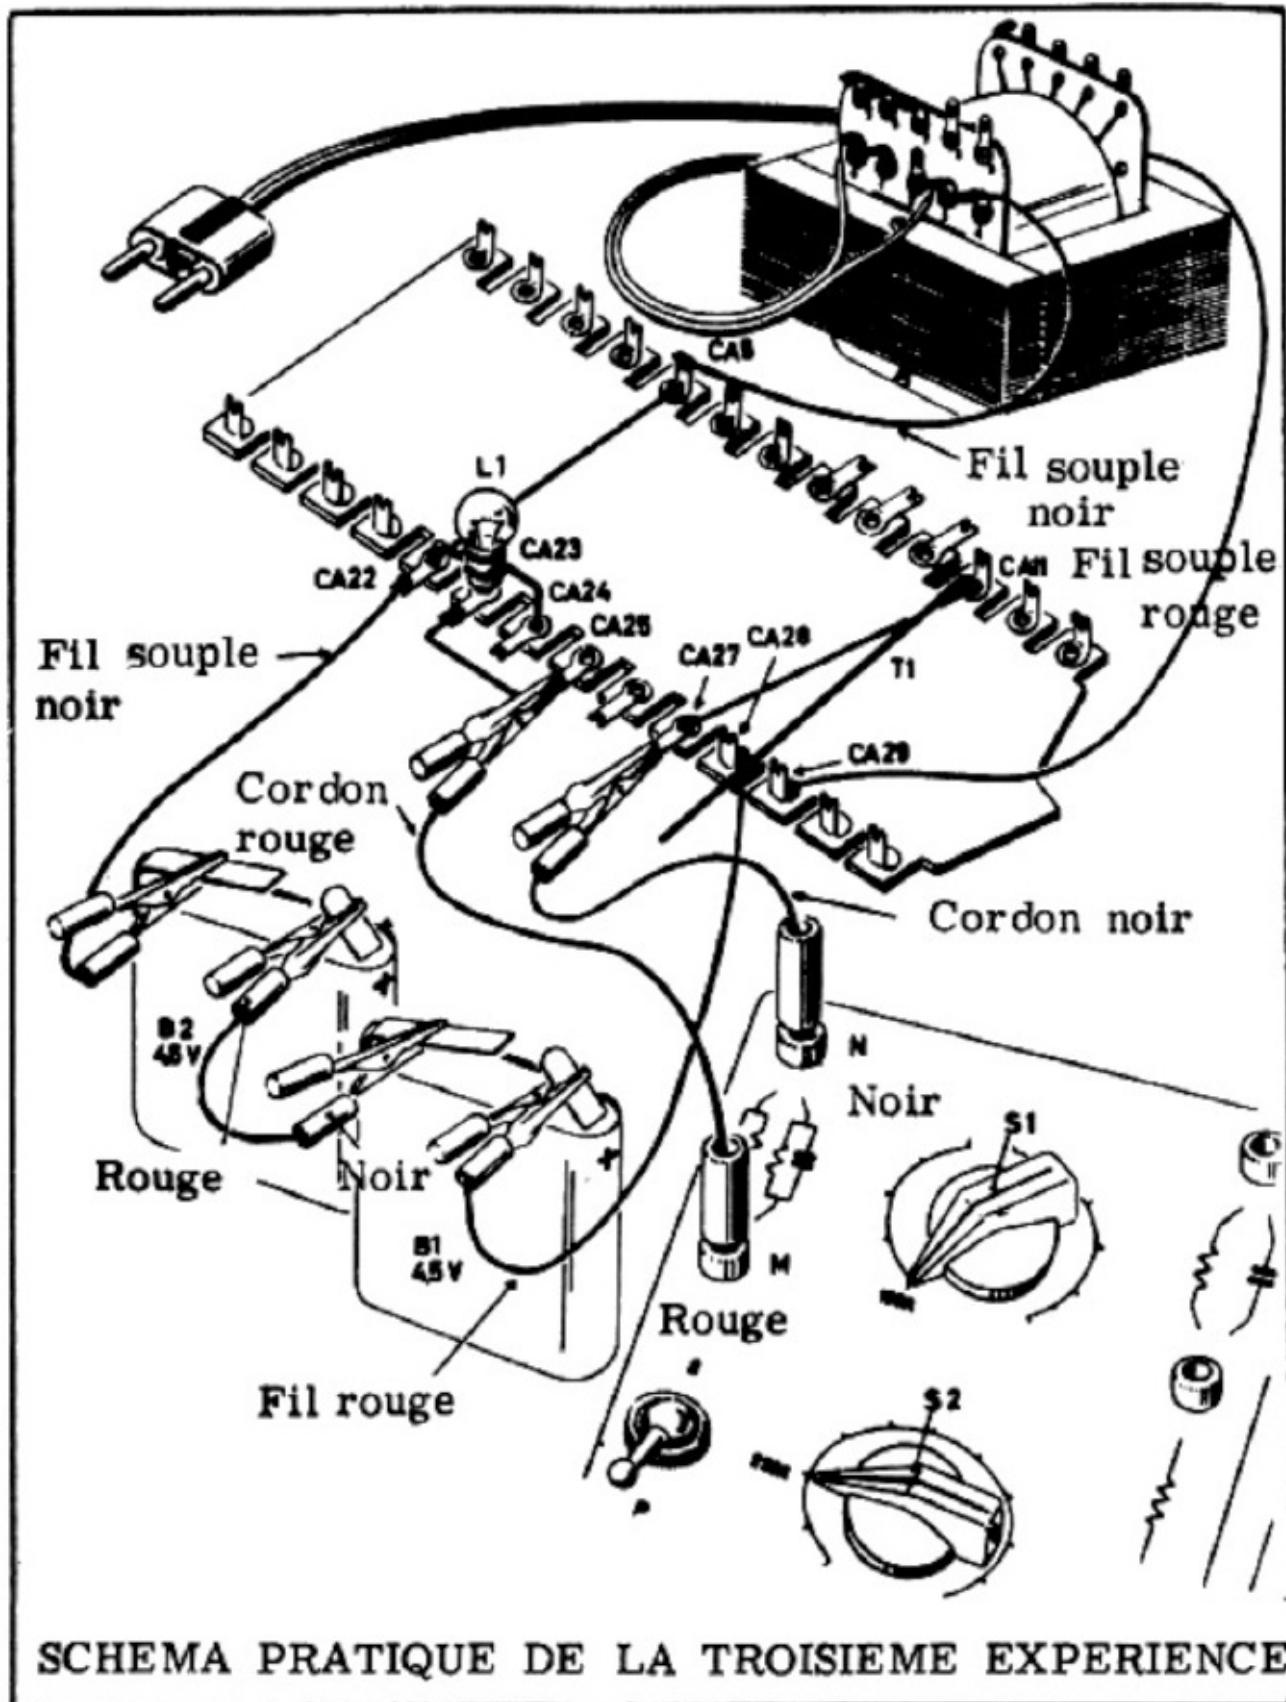
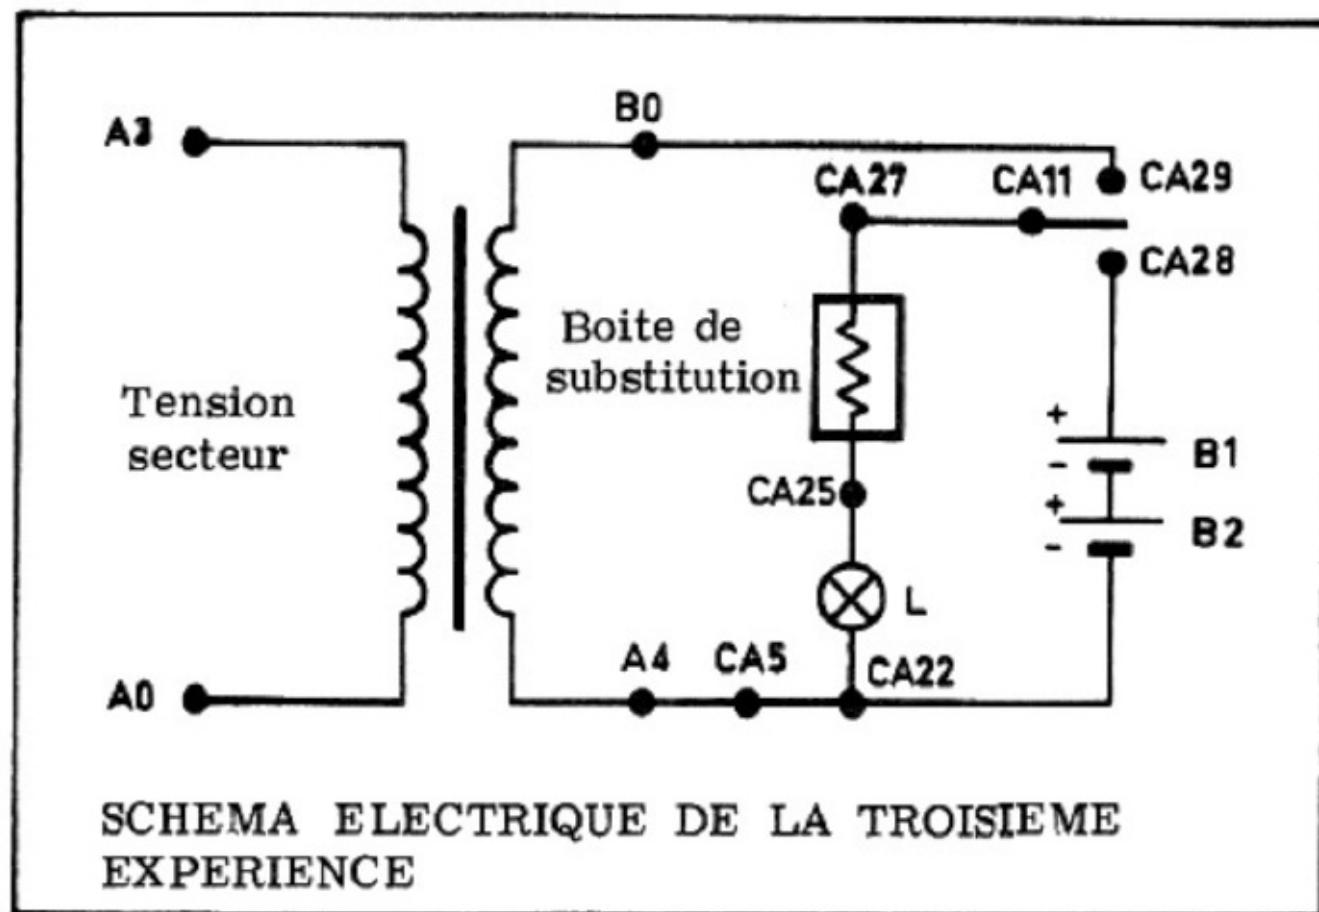

Figure 9
Figure 10
i) Branchez la fiche du transformateur dans la prise murale ; vérifiez que toutes les connexions sont bien établies conformément à la figure 9, la figure 10 montre le schéma électrique du circuit.